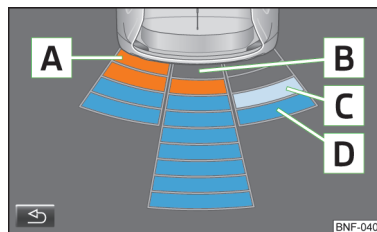

Fig. 79
- A** Un obstacol recunoscut în zona de coliziune este redat prin segmentul colorat în culoare portocalie » fig. 79. **Nu continuați deplasarea!**
- Prin tastarea repetată a tastei simbol  pe ecranul aparatului multifuncțional » fig. 79.